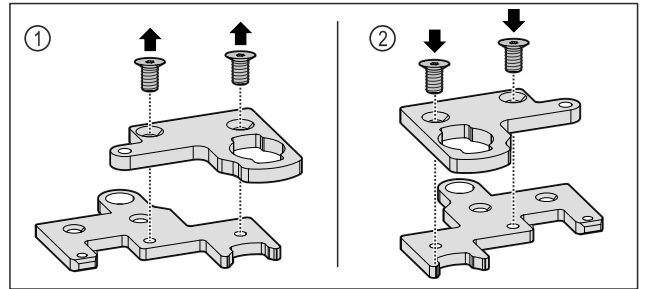

Fig. 34
- ▶ Tweedelige scharnierbeugel uit elkaar halen. Fig. 34 (1)
- ▶ Tweedelige scharnierbeugel 180° gedraaid weer samenvoegen. Fig. 34 (2)